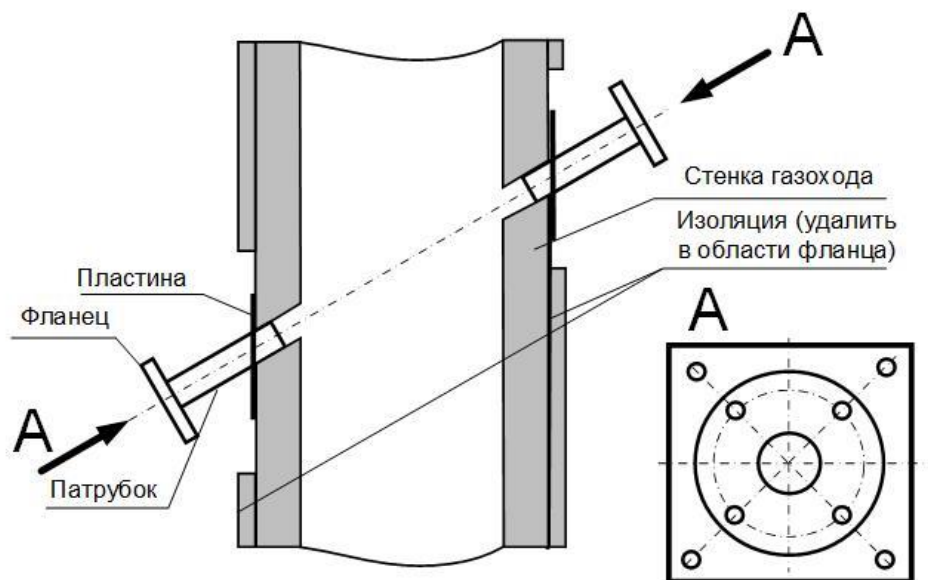

Рисунок 11 - Установка патрубков с фланцами
- установить патрубки с фланцами в вырезанные отверстия (рисунок 11).